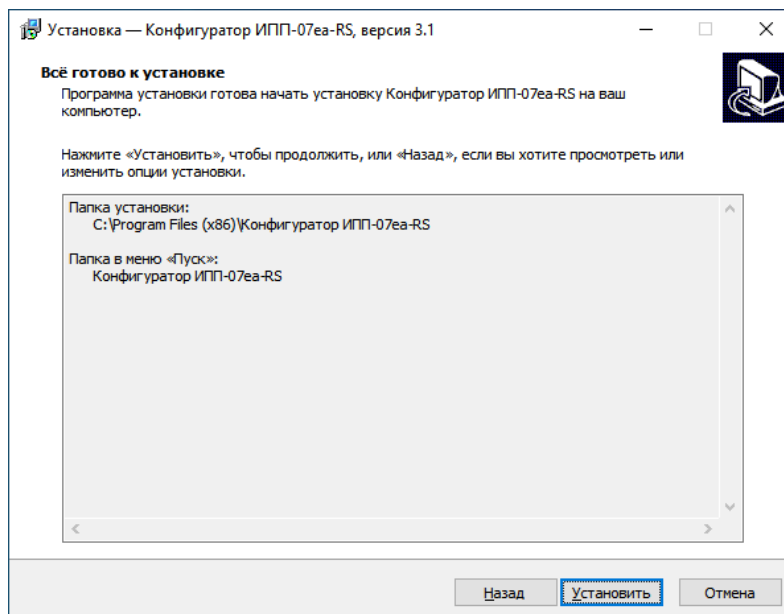

Рисунок 1.4 - Окно «Все готово к установке»
4) В окне «Все готово к установке» (Рисунок 1.4) необходимо еще раз проверить путь для установки программы и наименование создаваемой папки в меню «Пуск» и нажать кнопку «Установить».